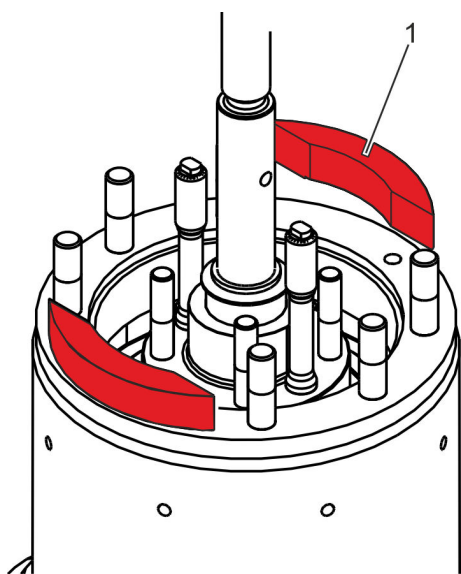

Abb. 37: Distanzstücke auflegen
8. ➔ Zwei gleich hohe Distanzstücke (Abb. 37/1) gegenüberliegend auf dem Gehäuse positionieren.